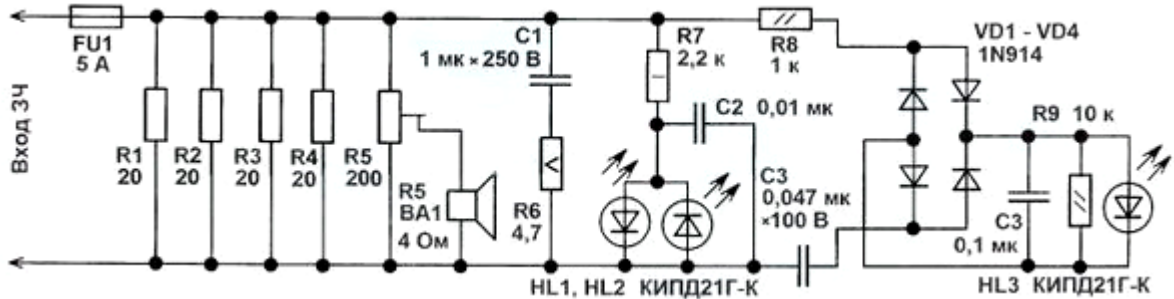

Рисунок 6 – Еквівалент навантаження підсилювача звукової частоти
13. Виставляємо струм спокою. Між БЖ та платою підсилювача включаємо (якщо вони були відключені раніше) «гірлянди» ламп розжарювання на відповідну сумарну напругу. Підключаємо до виходу ППЗЧ еквівалент навантаження (рис. 6). Повзунок резистора R22 встановлюємо в нижнє за схемою положення і на вхід подаємо сигнал від генератора частотою 10 ... 20 кГц такої амплітуди, щоб на виході був сигнал не більше 0,5 ... 1 В. При такому рівні та частоті сигналу добре помітна «сходінка», яку важко помітити на великому сигналі та малій частоті. Обертанням движка R22 добиваємося її усунення. При цьому нитки розжарювання ламп повинні трохи світитися. Замкнувши